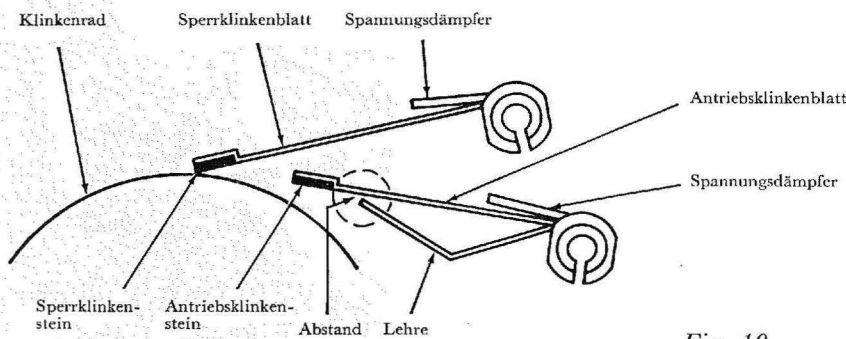

Fig. 18
3. Man dreht die Rolle der Antriebsklinke, bis der Stein vollständig außerhalb des Klinkenrads liegt. Nun beachte man den Abstand zwischen der *Lehre* und dem Blatt der Antriebsklinke (Fig. 18). Die *Lehre* darf das Blatt nicht berühren, doch soll es sich in nächster Nähe befinden, zum Beispiel in einem der Blattdicke entsprechenden Abstand. Die Arbeit Nr. 4 kann auf diese Weise leichter ausgeführt werden. Ist dieser Abstand ungenau, so kann man ihn nachstellen, indem man die *Lehre* bei ihrem Befestigungspunkt abbiegt.